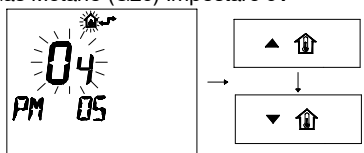

fig. 8.13
- 4 Modificare il **SET** programmato agendo sui pulsanti  o  ed aspettare che il numero programmato cominci a lampeggiare fig. 8.13